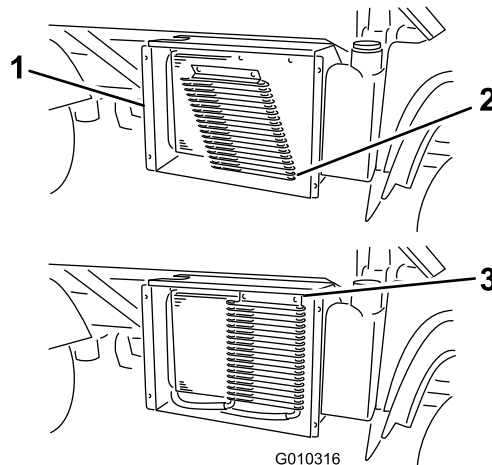

図 60
3. ラッチを外し、オイルクーラを装備している場合にはそれを倒してラジエターから遠ざける 図 60。